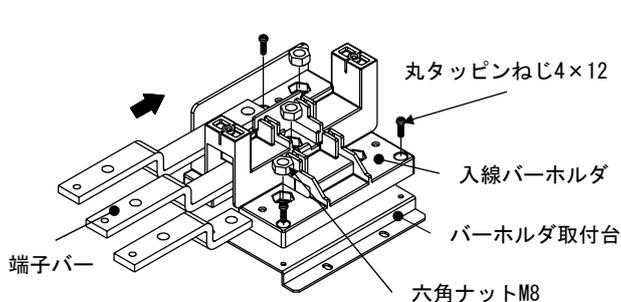

図6
- ①入線バーホルダを付属の丸タッピンねじ4×12でバーホルダ取付台に固定してください。(図6)
- ②入線バーホルダ六角部に付属の六角ナットM8をはめ込み、端子バーをバーホルダ側面から挿入して付属の入線端子ねじを取り付けてください。(図6・7)